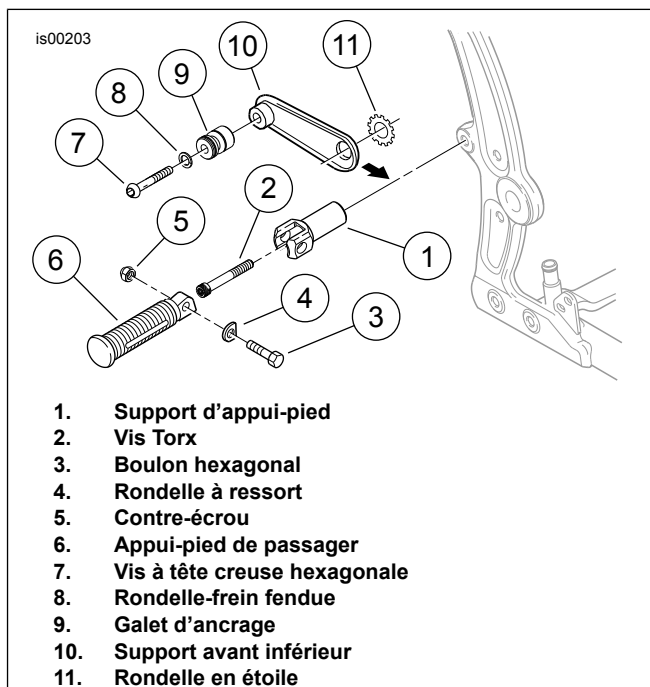

Figure 3. Support de sacoche avant inférieur (côté gauche – tous, côté droit – sans échappement Shotgun)
1. Voir la Figure 3. Retirer le boulon (3) et le contre-écrou (5) qui attachent l'appui-pied de passager (6) et la rondelle à ressort (4) au support d'appui-pied (1). Utiliser un embout T-50 Torx[®] à rallonge pour retirer la vis (2) d'attache du support d'appui-pied au cadre de la moto.
- un support avant inférieur (10);
- un galet d'ancrage (9);
- une rondelle dentée à l'extérieur (en étoile) (11);
- une vis à tête bombée de 5/16-18 x 1 1/2 pouce de long (7);
- une rondelle-frein fendue de 5/16 pouce (8).
3. Introduire la vis Torx[®] (2) à travers le support d'appui-pied (1) et le gros trou dans le support avant inférieur (10). Placer la rondelle en étoile (11) sur les filets de vis et enduire les filets de quelques gouttes de Loctite 243 (bleu).
4. **Pour tous les modèles sauf les modèles HDI :** Saisir l'anneau en D sur l'un des deux goujons à déblocage rapide (1) à l'intérieur de la sacoche. **Pour les modèles HDI :** Les réglages exigent que l'anneau en D soit retiré des goujons à déblocage rapide dans toutes les applications HDI. Sans l'anneau en D, une pièce de monnaie ou un outil à lame plate sera nécessaire pour installer ou retirer les sacoches. **Pour tous les modèles :** Avec la gorge à l'extrémité du goujon maintenue en position horizontale, introduire le goujon dans le trou de la barre de montage de sacoche (5). Lorsque la pièce en fil métallique (9) à l'intérieur de la barre s'engage dans la gorge, tourner le goujon dans le sens horaire d'un quart de tour complet jusqu'à ce qu'il s'installe en position avec un déclic. Installer le deuxième goujon de déblocage rapide de la même façon.
5. Voir la Figure 3. Tourner le support d'appui-pied (1) de façon à ce que l'encoche de l'appui-pied soit orientée vers l'arrière avec un angle de 45 degrés. À l'aide d'un embout T-50 Torx® à rallonge, serrer la vis (2) à un couple de 61–68 N·m (45–50 ft-lbs).
7. Voir la Figure 3. Installer l'appui-pied de passager sur le support d'appui-pied comme indiqué en utilisant le boulon (3), la rondelle à ressort (4) et le contre-écrou (5) retirés précédemment.